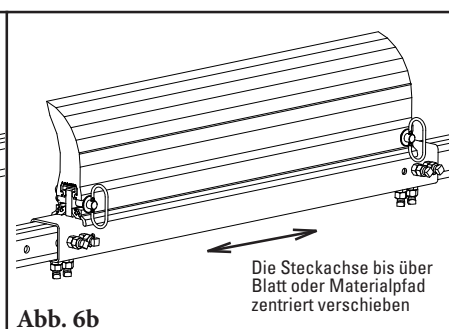

Abb. 6b
6. **Den Abstreifer auf dem Band zentrieren und in Einbaulage befestigen.** Das Blatt wieder einbauen (Abb. 6a). Die Steckachse verschieben, bis das Blatt mittig über dem Band oder dem Materialpfad zentriert ist (Abb. 6b).